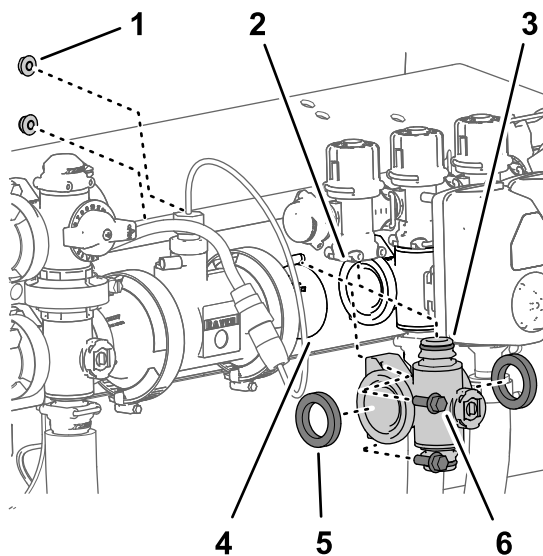
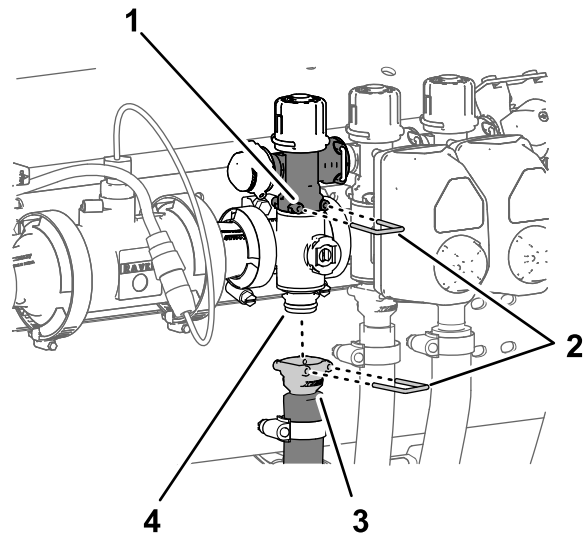

图 113
图 114
1. 将在拆下喷洒臂段歧管阀(页码 63)中卸下的 2 个垫片与喷洒臂段阀歧管的法兰对齐图 113。
2. 将喷洒臂段阀歧管的法兰放在其他喷洒臂段阀和/或耦合适配器的法兰之间图 113。
3. 用快速连接销将喷洒臂段歧管的快速连接接头安装到喷洒臂段旁通阀的快速断开槽内图 113 和图 114。
- 对于左或右喷洒臂段阀歧管使用在 拆下喷洒臂段歧管阀 \(页码 63\) 中卸下的 2 个凸缘头螺栓 $\frac{1}{4} \times \frac{3}{4}$ 英寸和凸缘锁紧螺母 $\frac{1}{4}$ 英寸将喷洒臂段阀歧管安装到阀支架上 图 113。
- 用快速连接销将喷洒臂段软管的快速连接耦合器安装到喷洒臂段阀歧管的快速连接接头上 图 114。